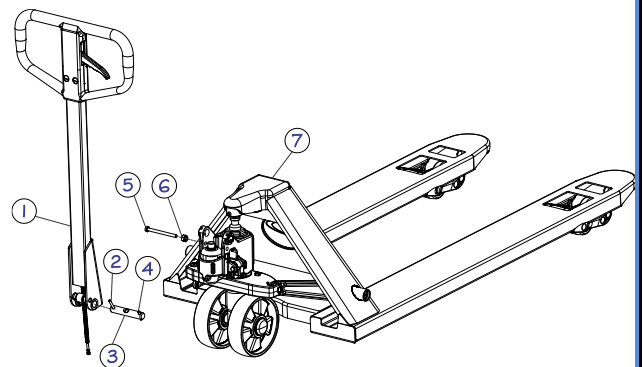

Figura 3 - Montagem da alavanca
Antes da montagem, identificar os 7 itens da ilustração ao lado (figura 3):
- Abaixe a Alavanca(1) e retire o Parafuso(5) e porca(6, figura 3).
- d) *Baja la palanca (1) y quitar el tornillo (5) y la tuerca (6, figura 3).*